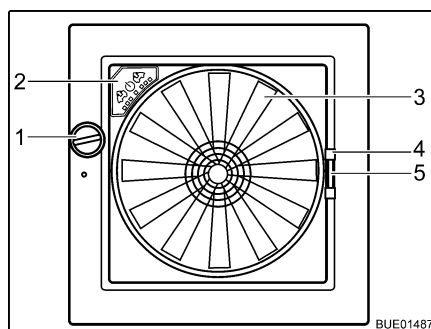

Fig. 78 Lanterneau Omni-Vent
- Tourner le bouton rotatif (Fig. 78,1) jusqu'à ce que l'angle d'ouverture désiré soit atteint.
- Tourner le bouton rotatif (Fig. 78,1) jusqu'à ce que le lanterneau soit entièrement fermé.
- Tirer la moustiquaire par la poignée (Fig. 78,4) vers le côté de cadre opposé.
- Presser la poignée (Fig. 78,5) du dispositif occultant.
Ventilateur Quand le lanterneau est ouvert, l'espace intérieur peut être ventilé et aéré avec un ventilateur à 6 niveaux de puissance (Fig. 78,3). La commande du ventilateur s'effectue sur son panneau de commande (Fig. 78,2).